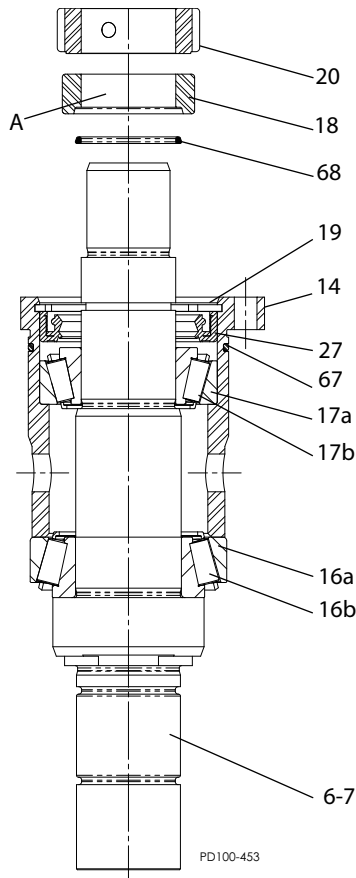

Abb. 47- Lagerbaugruppe
3. Montieren Sie den vorderen Lageraußenring (Abb. 47, Einzelheit 16a) gefolgt vom Lagergehäuse (Pos. 14) auf den montierten Lagerinnenring (Pos 16b).
6. Montieren Sie den O-Ring (Pos. 69) und den Dichtring (Pos. 18) wie gezeigt auf der Welle Abb. 47. Richten Sie die Dichtungsmanschette mit der Nut in Richtung der Welle aus.